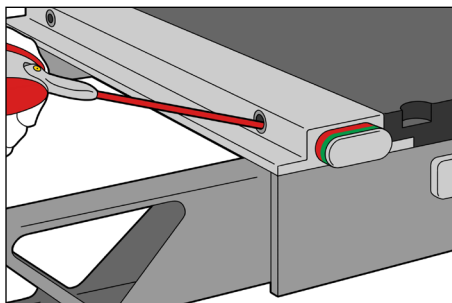

Fig. 4
- Spray smøremiddel ind i modtagerhullerne. (Fig. 4)
- Spray igen smøremiddel ind i modtagerhullerne. (Fig. 4)